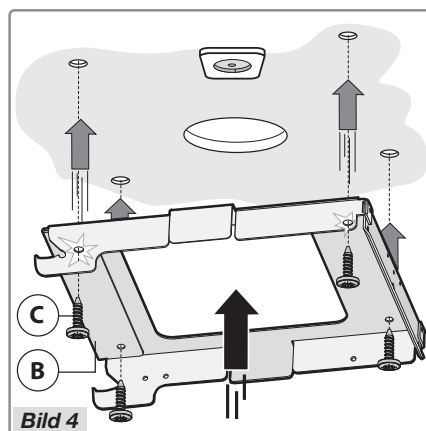

Bild 4
- Ta konsolen B och fäst den i taket med de fyra skruvarna C (Bild 4).